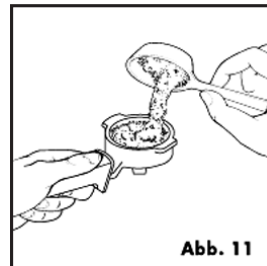

Abb. 11
2. Zur Zubereitung von nur einem Kaffee, füllen Sie das Sieb mit einem gestrichenen Messlöffel Kaffeepulver, etwa 7 Gramm (Abb. 11). Wenn Sie hingegen zwei Kaffees zubereiten möchten, füllen Sie das Sieb mit knapp zwei Messlöffel Kaffeepulver (zirka 6+6 Gramm). Füllen Sie das Sieb jeweils mit kleinen Mengen, um zu vermeiden, dass das Kaffeepulver herausfällt.